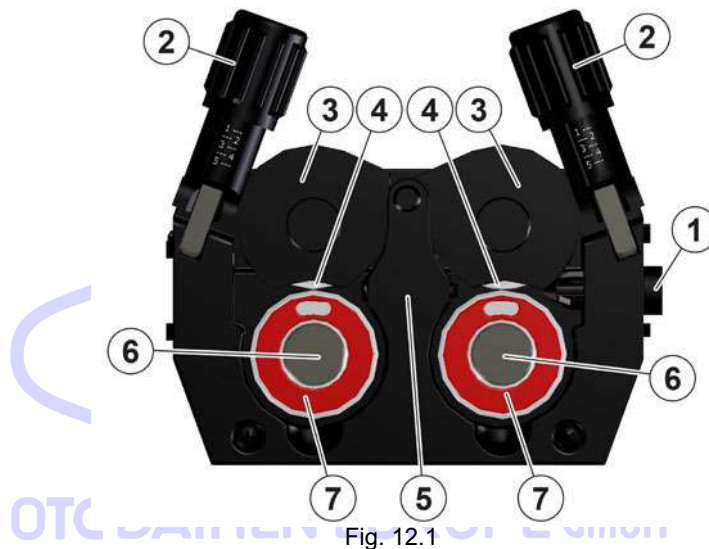

Fig. 12.1
Dévissez les deux vis (Pos. 6, Fig. 12.1). Soulevez le bras des galets de pression (Pos. 3, Fig. 12.1) et procédez comme suit :
- Installez les bons galets (Pos. 7, Fig. 12.1) en vous assurant que la rainure est dans la bonne position pour le diamètre du fil utilisé.
2. Vissez la torche à la connexion centralisée sur le panneau avant de la machine à souder (Pos. 3, Fig. 12.1).
1. Vissez la torche à la connexion centralisée sur le panneau avant de la machine à souder (Pos. 3, Fig. 12.1).